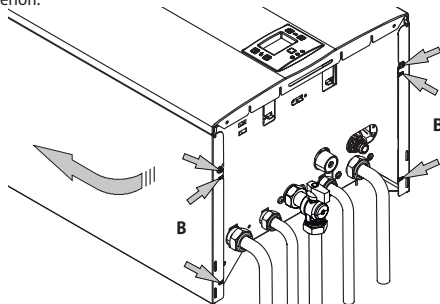

Figura 8.2
- Allentare la viti **B** in Figura 8.2 e togliere i due pannelli laterali spingendoli verso l'alto in modo da liberarli dai ganci superiori.